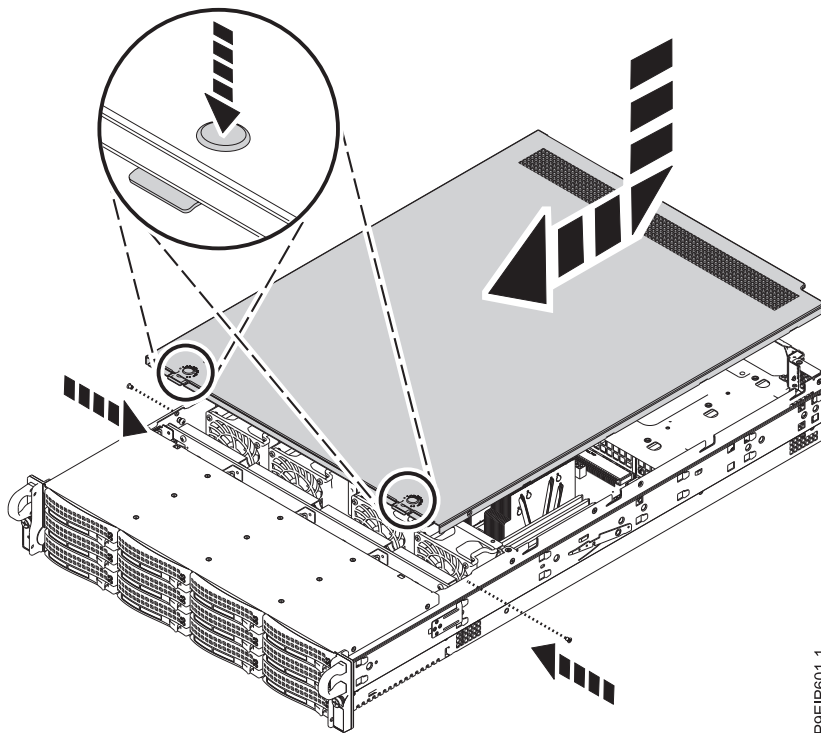

Figura 68. Substituindo e prendendo a tampa
2. Deslize a tampa para frente até que ela trave no lugar, conforme mostrado na Figura 68 na página 111.